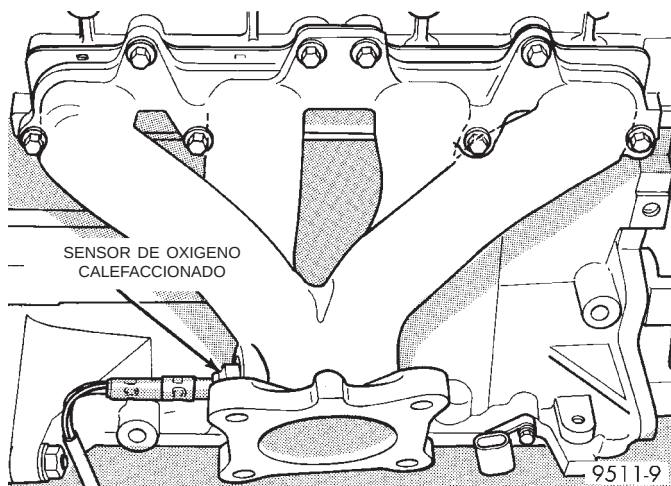

Fig. 27 Múltiple de escape
(3) Para desmontar el múltiple, retire los 8 dispositivos de fijación que sostienen en su sitio el múltiple de escape (Fig. 27).